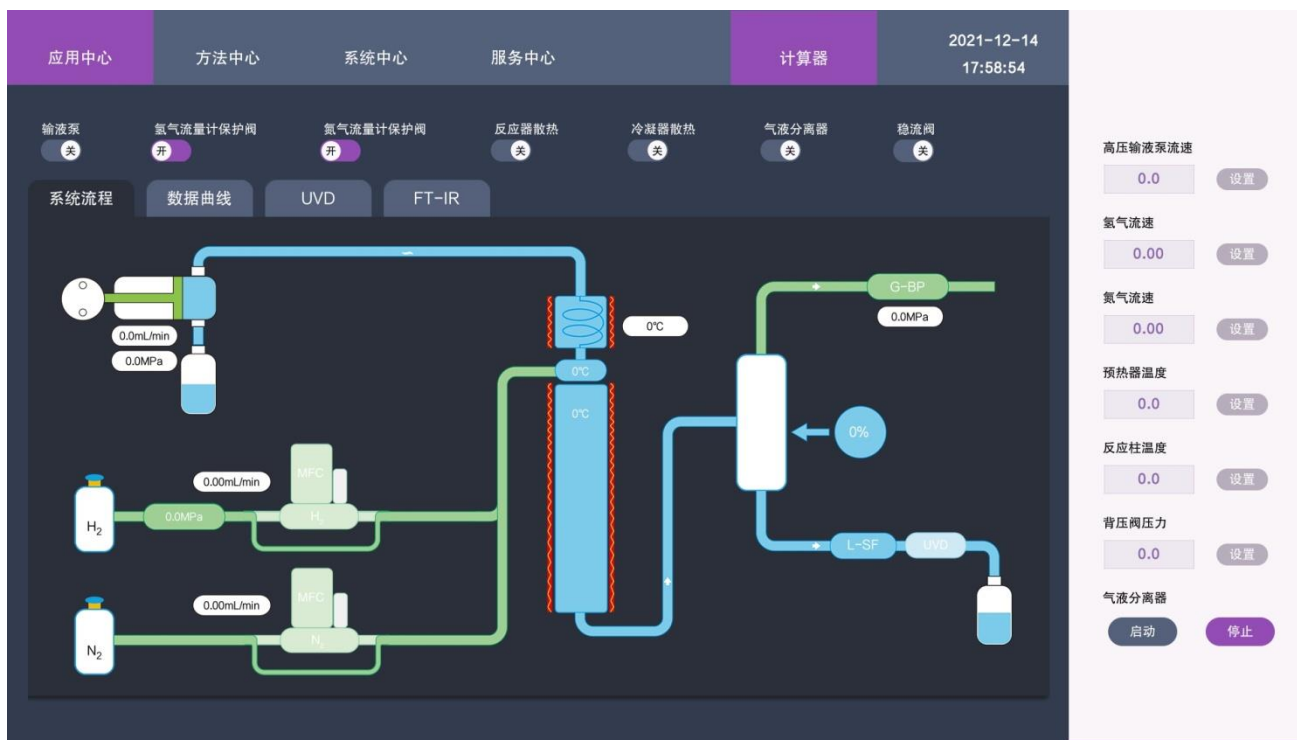
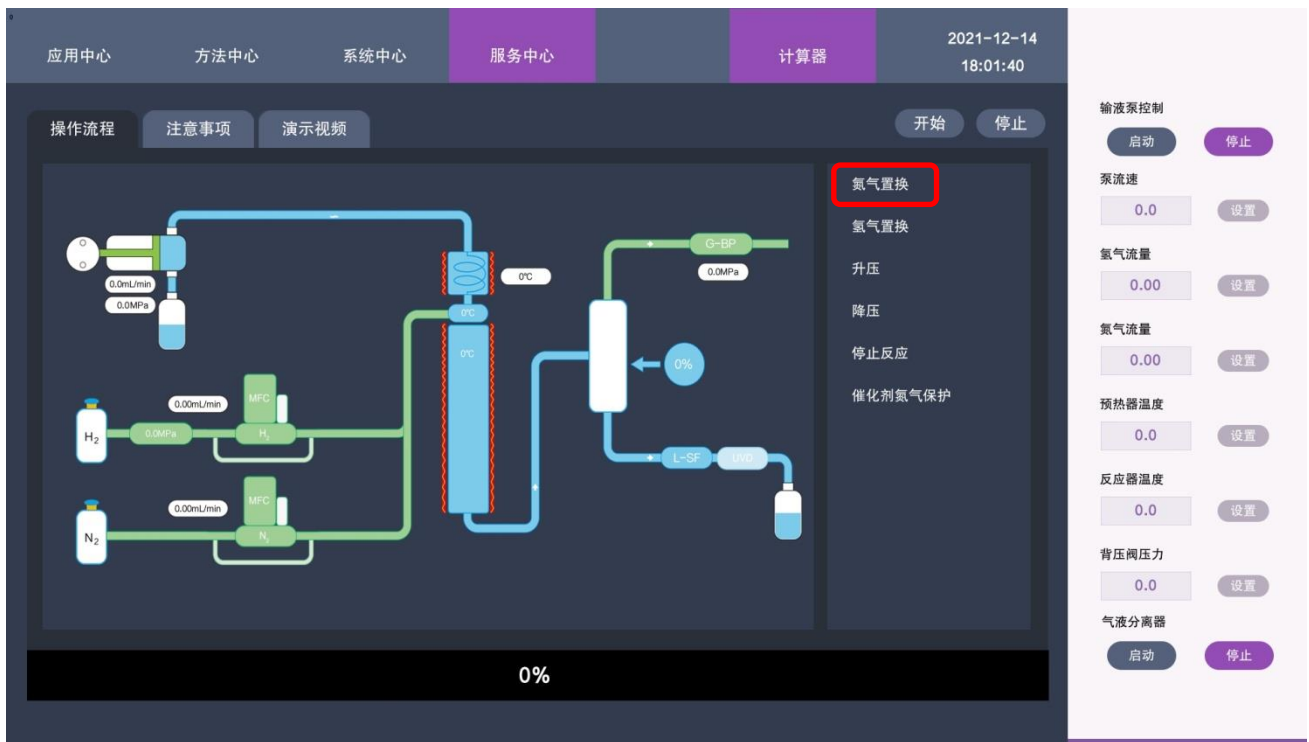
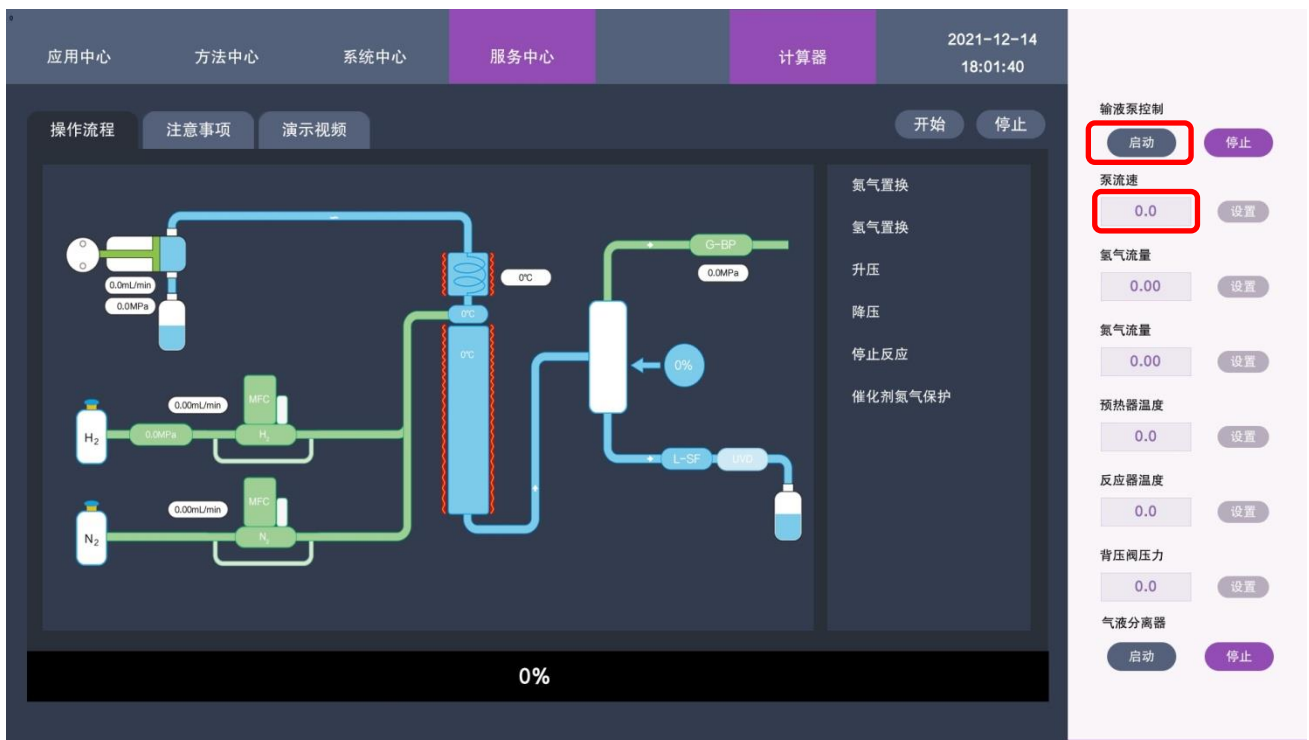

图 4-1 软件操作主界面
图 4-2 服务中心——氮气置换
图 4-3 服务中心——启动泵
1. 开机，进入 windows 界面后，双击  图标，进入加氢仪操作主界面，如图 4-1 所示，进入软件操作主界面。
2. 氮气置换流程，在图 4-1 界面下，按一级菜单【服务中心】-【氮气置换】，弹出图 4-2 所示界面。按界面提示步骤置换氮气。当显示屏下端氮气置换进度达到 100%，即氮气置换完成。
在图 4-2 界面下，模块参数设置部分（屏幕右侧部分），即为氮气置换的参数条件，根据具体置换条件需要，由用户自己来设置相关参数。仪器在出厂时预存了建议设置参数，如无特殊要求，可用系统默认参数完成氮气置换。
3. 设置输液泵，如图 4-3 所示，设置流量（例如 1ml/min），然后开启输液泵。逆时针旋转放空阀 90°，等观察到液体从放空阀排气口流出后，顺时针拧紧放空阀，观察气液分离器液面，当液面高度有 5%左右时，停泵。完成泵准备工作。
4. 氢气置换流程，图 4-2 界面下，选择【氢气置换】，进入图 4-3，按界面提示步骤置换氢气。当显示屏下端氢气置换进度达到 100%，即氢气置换完成。
在图 4-3 界面下，模块参数设置部分（屏幕右侧部分），即为氢气置换的参数条件，根据具体置换条件需要，由用户自己来设置相关参数。